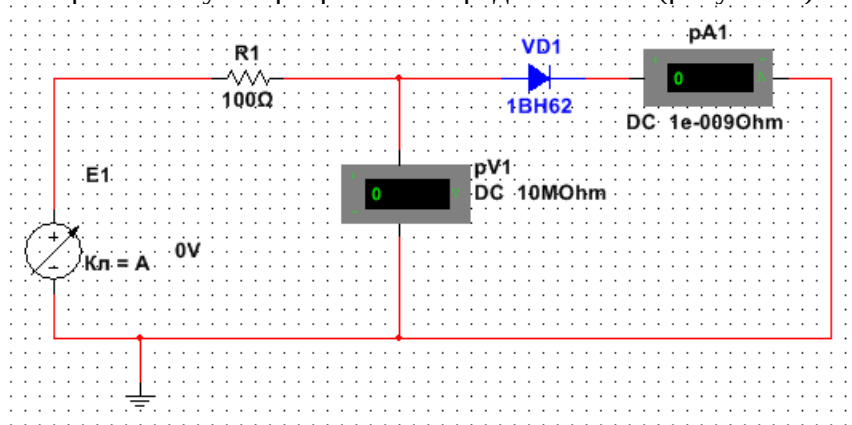

Рисунок 1- Схема исследования прямой ветви ВАХ выпрямительного диода
**Приборы и материалы:** Источник изменяющегося постоянного напряжения с максимальным значением  $E1= 1В$  (для схемы рисунок 1)  $E1 = 200В$  (для схемы рисунок 2); резистор; диод; амперметр и вольтметр постоянного тока соединительные провода.
1.1. Собрать схему в программной среде Multisim (рисунок 1).